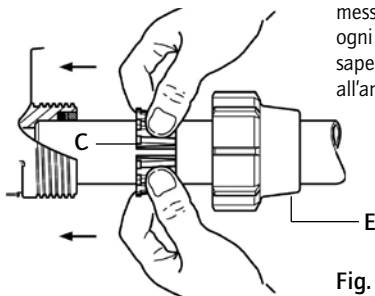

Fig. 4
- Collocare nel tubo tagliato precisamente e smussato, il dado (Fig. 4-E) e l'anello dentellato (Fig. 4-C).
- Introdurre il tubo negli orifici di entrata e di uscita d'acqua (Fig. 4).
- Spingere fino all'arresto l'anello dentellato (Fig. 4-C) sull'entrata, poi l'altro sull'uscita dell'acqua.
- Stringere il dado (Fig. 4-E).
- Spingere in avanti l'anello dentellato in posizione, allargandolo con i pollici posti nella fessura (Fig. 4-C) per evitare di raschiare la colla. Dopo procedere al serraggio del dado.